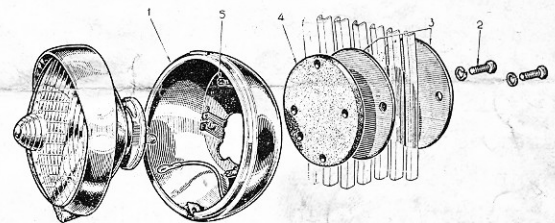

Fig. 1
- 2° **Fixer les "Fantastic" spéciaux 680/1375** sur la grille de la calandre, à ses extrémités, de part et d'autre des butoirs de pare-chocs, avec les contre-plaques et les deux boulons courts, suivant fig. 1. Les "Fantastic" seront ainsi placés à moins de 0,40 m des bords extérieurs de la voiture, comme précisé dans la future réglementation. Ne pas remonter les parties optiques déposées pour l'opération.
Le réglage s'obtient en agissant sur les deux vis pointeau (5) fig. 1 qui prennent appui sur la première contre-plaque.